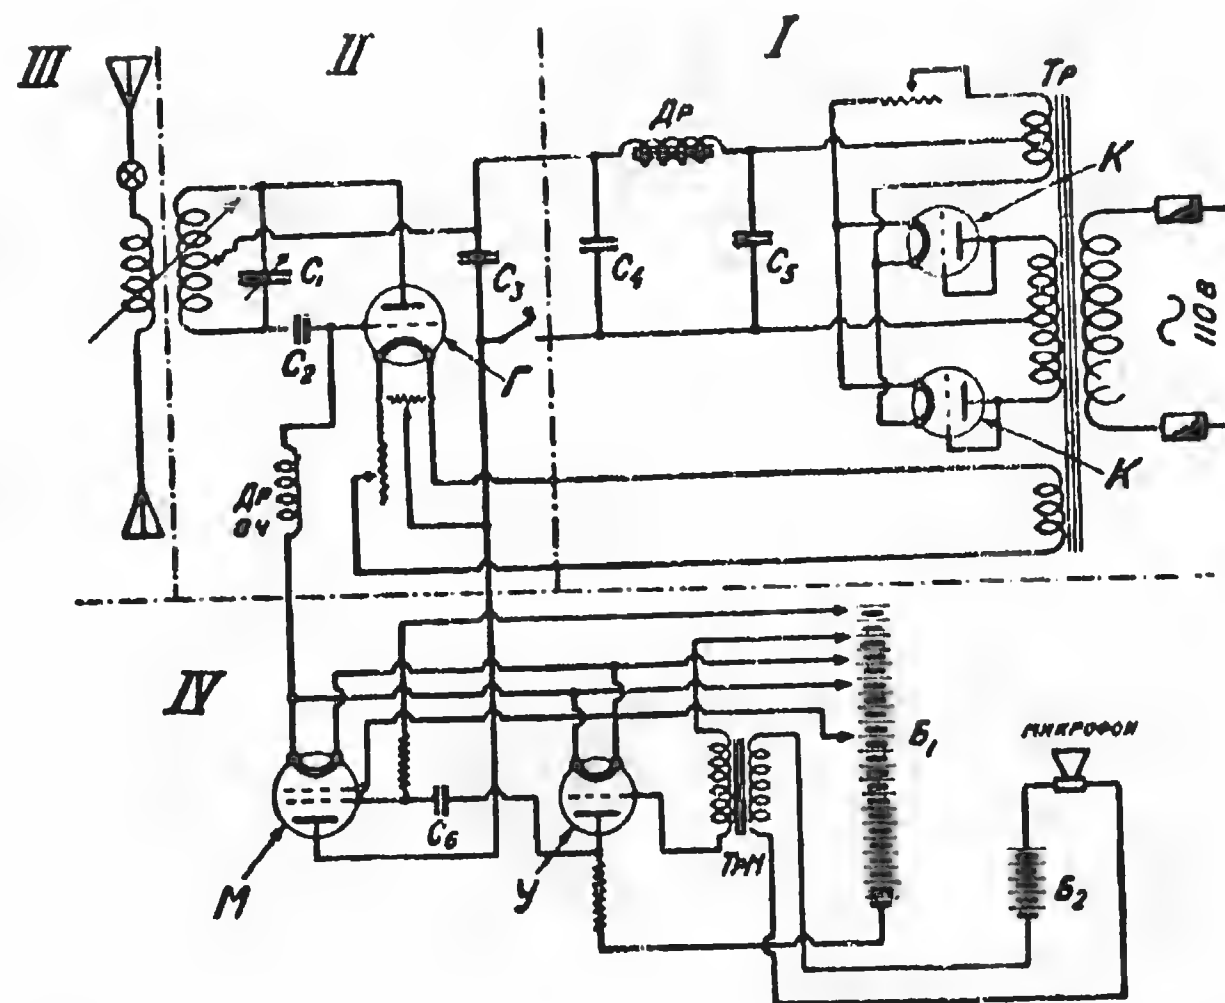

Рис. 1
слышимость станции и высокое качество передачи. Генератор станции (II) собран по трехточечной схеме (рис. 1). Связь с выходным контуром (III) индуктивная. Наиболее интересная часть станции, благодаря которой удалось получить хорошие результаты, — модуляторное устройство (IV). Модуляция осуществляется по схеме утечки сетки. Лампы генератора (УТ-1) и выходного каскада модулятора (МДС) питаются от двухполупериодного выпрямителя (I) на лампах УТ-1.